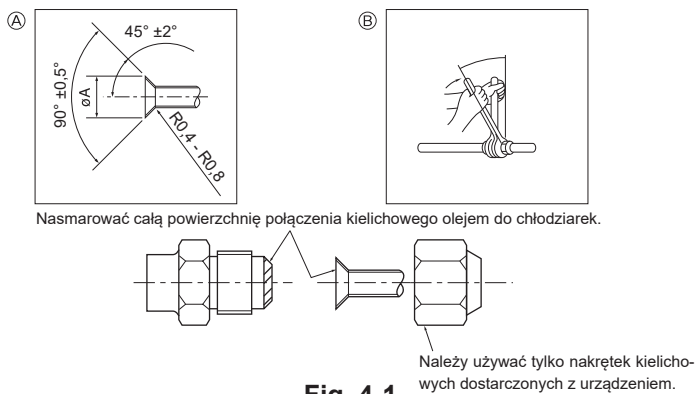

Fig. 4-1
4.2. Jednostka wewnętrzna (Fig. 4-1)